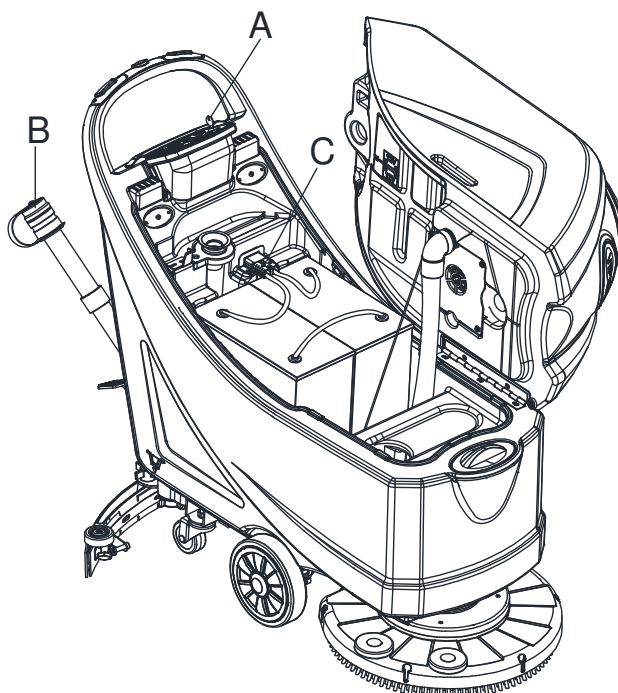

Figure 23
4. Nettoyer le couvercle du réservoir récupération (A), le réservoir de récupération (B), le réservoir d'eau propre (C) et le cadre de support du filtre à flotteur (E). Vider le réservoir de récupération avec le tuyau de vidange (B, Figure 23).
2. Débrancher le câble d'alimentation (C, Fig. 23) du réseau électrique.